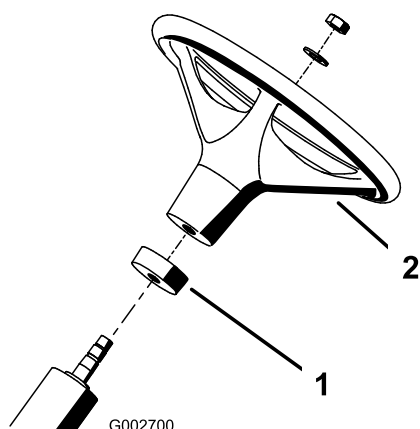

Figure 2
2. Glissez la bague en mousse sur l'arbre de direction (Figure 2) en commençant par la petite extrémité.